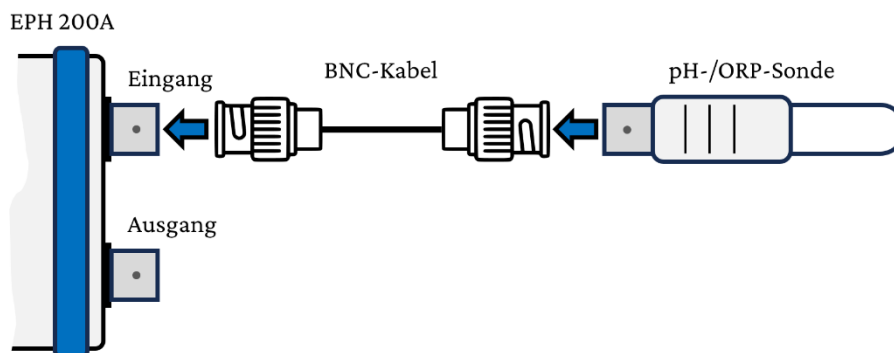

Abbildung 2 – Messung pH-Wert bzw. ORP.
Verbinden Sie das Gerät wie in Abbildung 2 dargestellt über ein BNC-Kabel (beiliegend) mit der pH- bzw. ORP-Sonde.
- Schließen Sie die messende pH-Sonde wie in Abbildung 2 dargestellt an das Gerät an.